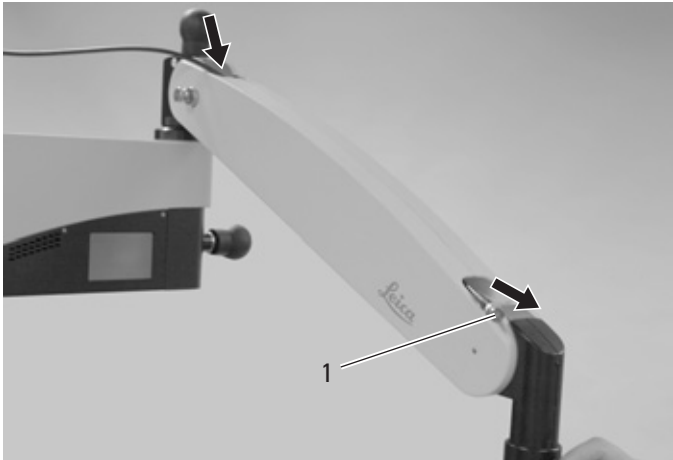

Bild 1
- ⇒ Videokabel (1) oben in Schwenkarm einführen und unten herausziehen (Bild 1).